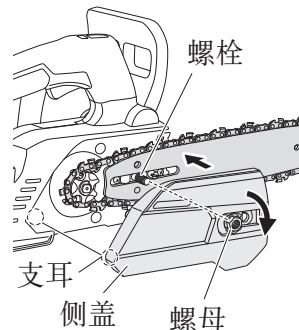

图 14
4. 安装侧盖 (图 14)
- ① 将支耳插入电锯主体上的孔中，安装侧盖。确保锯链未从导杆上松动。
- ② 转动螺母一次，将其暂时固定。在重新安装侧盖之前，请除去其上面的任何污垢。